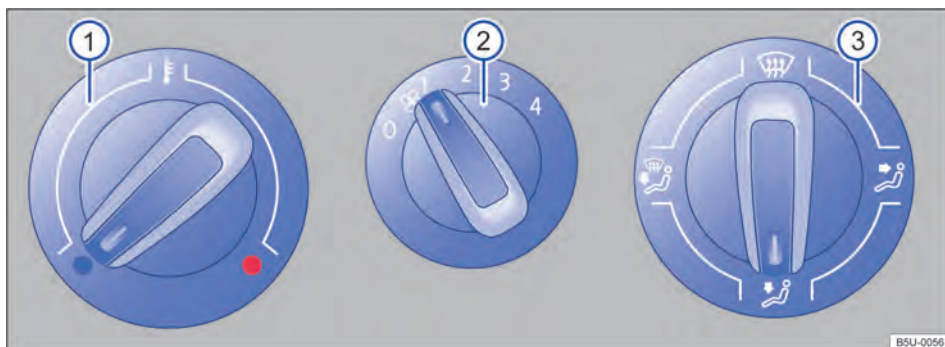
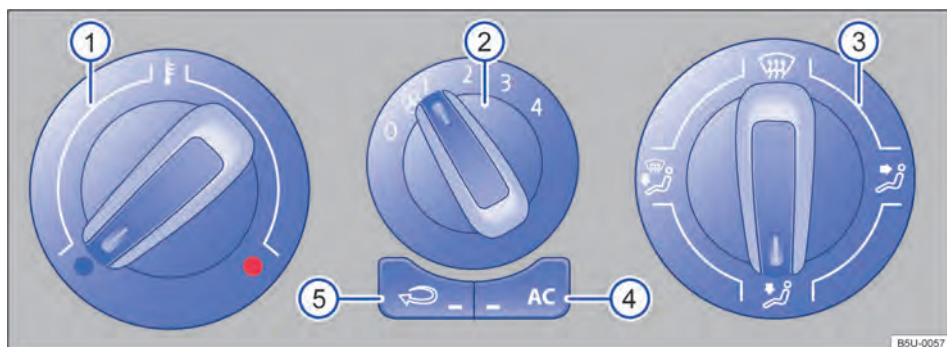

Fig. 76 No console central: comandos do sistema de ventilação e aquecimento. ▶
Fig. 77 No console central: comandos do ar-condicionado.
| Botão, regulador | Informações complementares do sistema de ventilação e aquecimento → Fig. 76 e ar-condicionado → Fig. 77. |
- Em veículos com sistema de aquecimento, colocar o regulador da temperatura → Fig. 76 ❶ totalmente para a direita, para a posição máxima de aquecimento.
- Colocar o regulador de distribuição de ar ❸ na posição ☞.
- Colocar o ventilador ❷ no nível 3 ou 4.
- Colocar o regulador da distribuição de ar → Fig. 77 ❸ para a posição ☞, nesta posição o modo de recirculação de ar não pode ser acionado.
- Colocar o regulador da temperatura ❶ na posição desejada.